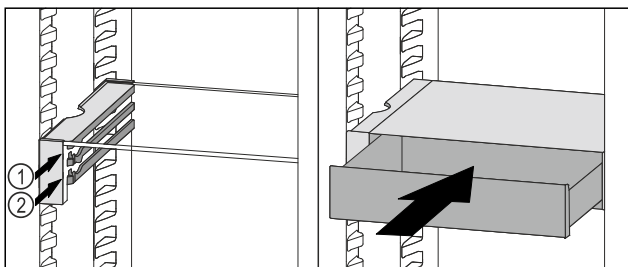

Fig. 122
- ▶ VarioSafe-Schubfach hinter den Stopperrn auf gewünschter Rippe Fig. 122 (1) oder Fig. 122 (2) aufsetzen.